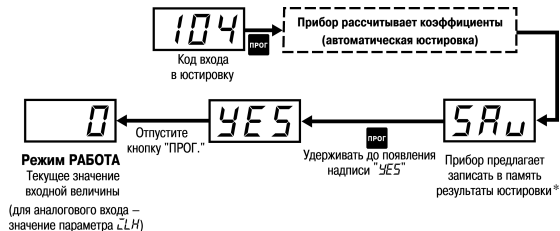

**Рисунок 8.1 – Схема подключения**
1. Подключить ко входу (клеммы 7 – 9, см. *рисунок 8.1*) прибора вместо датчика магазин сопротивлений типа Р4831 (или подобный ему с классом точности не ниже 0,05) по трехпроводной линии. Сопротивления проводов в линии должны быть равны друг другу и не превышать 15 Ом.